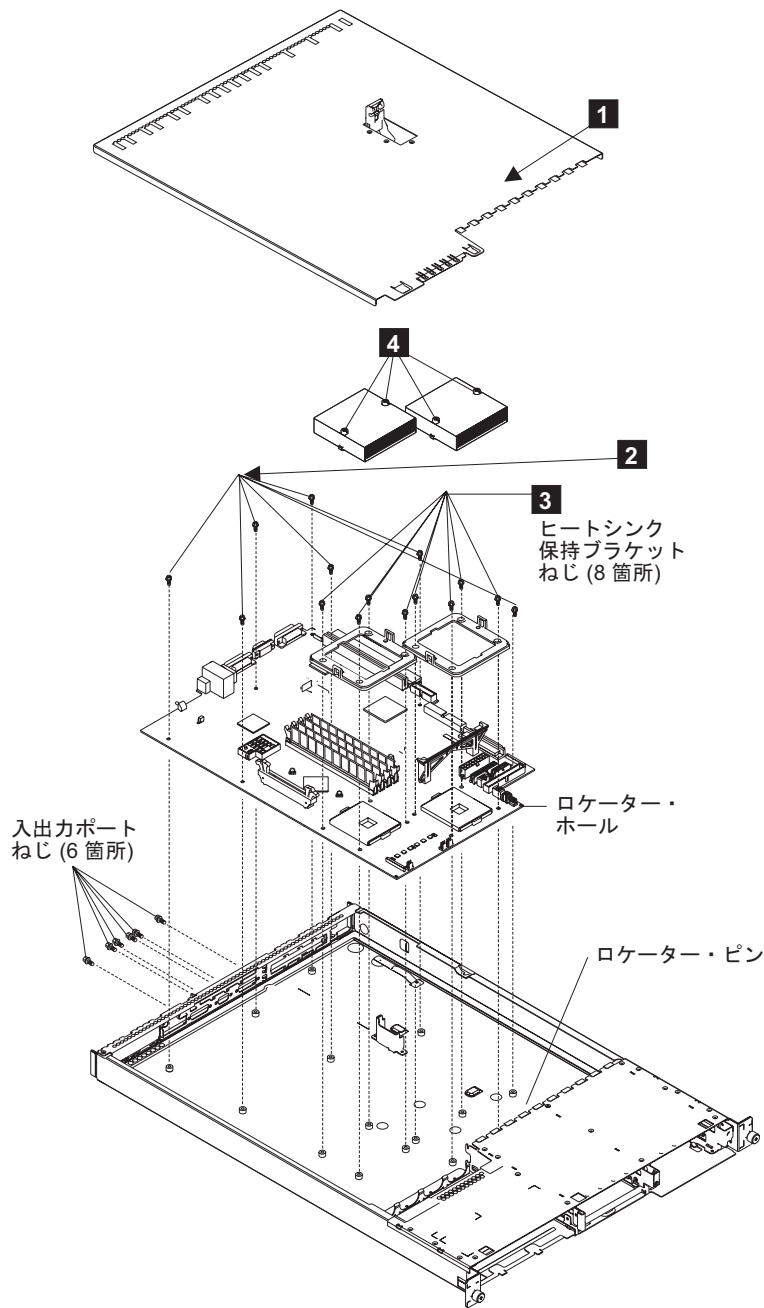

図 207. SAN ボリューム・コントローラー 2145-4F2 システム・ボード
3. SAN ボリューム・コントローラー (248 ページの図 207 の **1**) から上部カバーを取り外します。
8. ヒートシンクの拘束ねじ (248 ページの図 207 の **4**) を外します。
10. それぞれのヒートシンク保持ブラケット (248 ページの図 207 の **3**) からねじを取り外します。
13. 7 本のねじ (248 ページの図 207 の **2**) を取り外します。